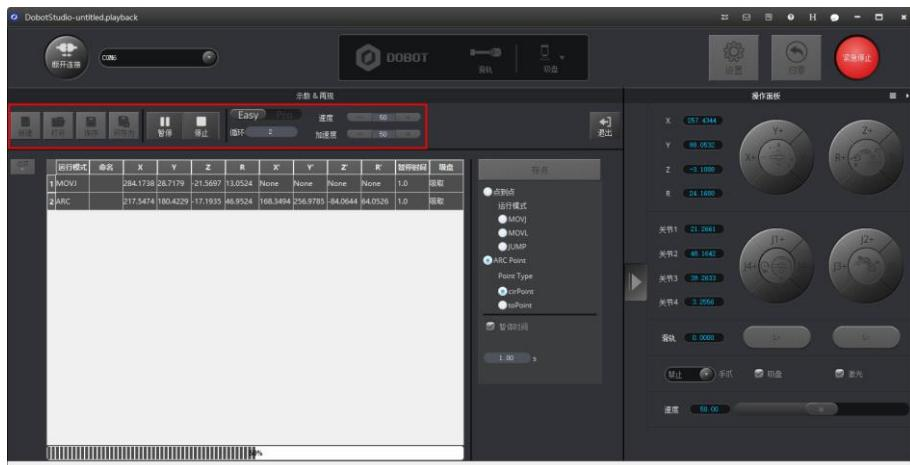

图 5.24 ARC 运行模式下搬运小物体
**步骤 6** 单击“开始”，机械臂按照示教指令执行ARC圆弧轨迹，即从A点移动到B点，最终运动到C点。如图 5.24所示。